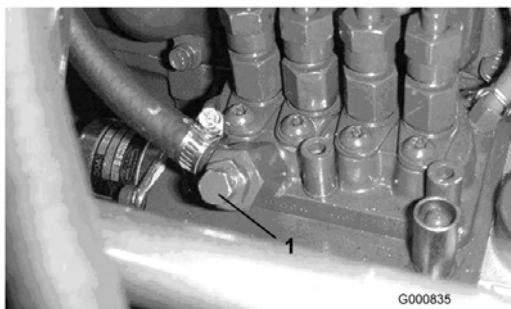

Figure 38
5. Desserrez la vis de purge sur la pompe d'injection (Figure 38).